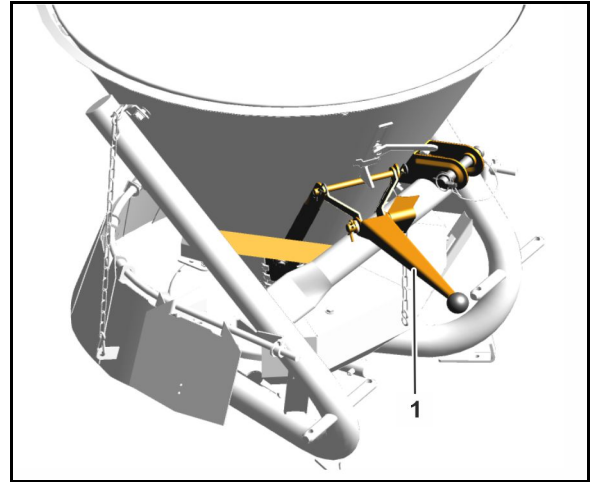

Fig. 9
- voor het **sluiten** van de doorvoeropening de bedieningshendel (Fig. 9/1) volledig naar boven schuiven.
- voor het **openen** van de doorvoeropening de bedieningshendel (Fig. 9/1) tot de aanslag voor de instelling van de strooihoeveelheid naar beneden drukken.